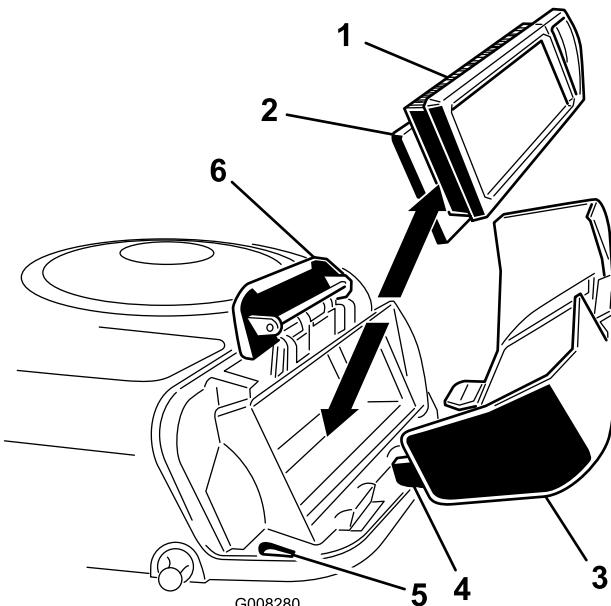

Figura 21
4. Estraete con cautela l'elemento in schiuma sintetica e l'elemento di carta dal convogliatore (Figura 21).
- Allineate le linguette del coperchio del filtro dell'aria con le fessure del convogliatore (Figura 21). Agganciate il manico sul coperchio, quindi premete sul manico per fissare saldamente il coperchio.